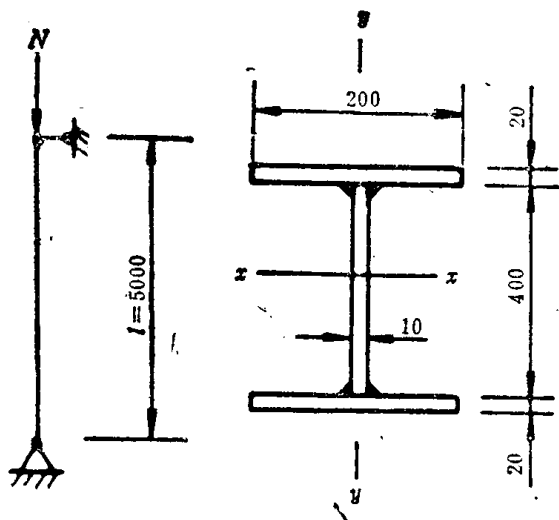

图 4-5
- 4-10 试计算轴心压杆的临界应力及其稳定安全系数。杆长  $l = 5 \text{ m}$ ，截面型式和尺寸见图 4-5，材料为 Q 235，轴向力  $N = 1100 \text{ kN}$ ，许用应力  $[\sigma] = 175 \text{ MPa}$ 。